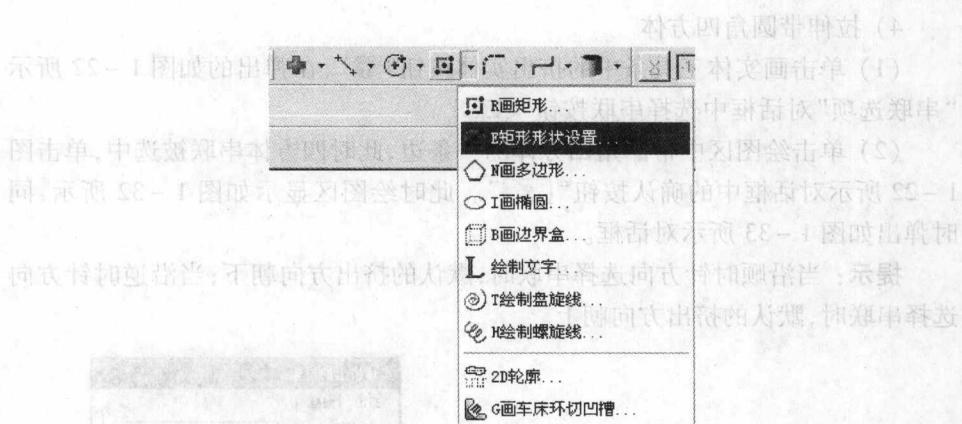
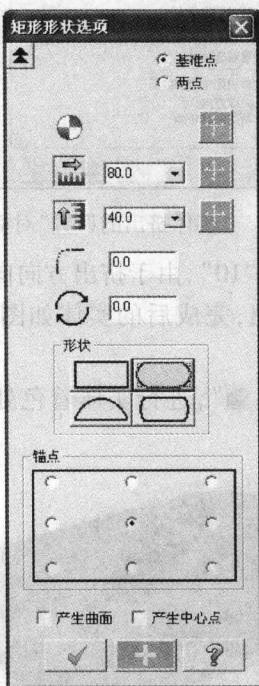
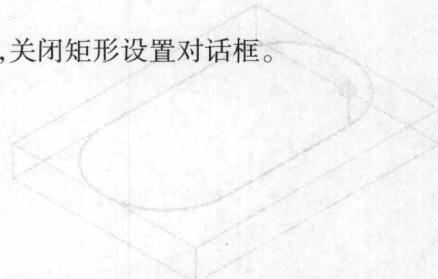

图 1-28 选择矩形形状设置工具条
图 1-29 “矩形形状选项”对话框
图 1-30 设置矩形中心点坐标 (6)
(2) 单击如图 1-28 所示绘图工具条中画矩形按钮“”右侧小箭头，在展开菜单中选择“E 矩形形状设置...”，弹出如图 1-29 所示“矩形形状选项”对话框。
(3) 如果该对话框没有展开，则可单击该对话框左上角的按钮“”使对话框展开。在该对话框中将宽度“”设为“80.0”，高度“”设为“40.0”，选中所需形状“”，并在【锚点】中选择矩形中心。
(4) 不要关闭矩形设置对话框，直接在图 1-30 所示对话框中输入矩形
(5) 单击图 1-29 中的按钮“”，关闭矩形设置对话框。